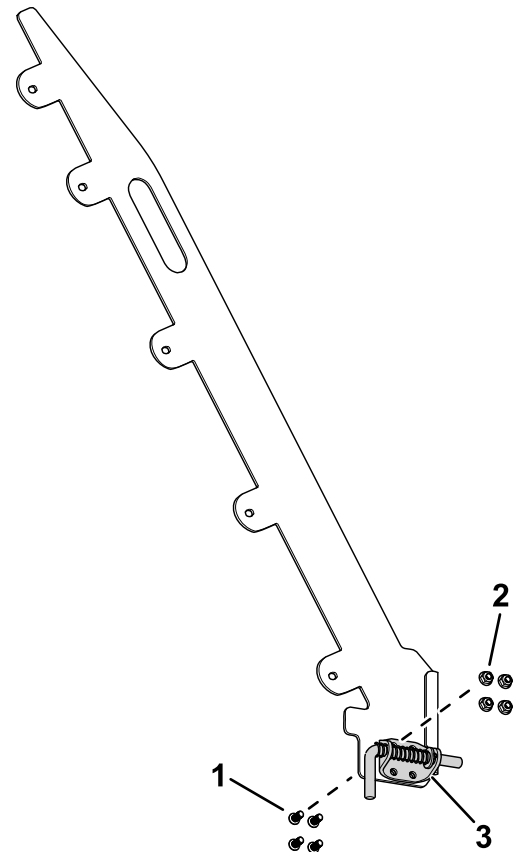

**Figura 8**
10. Folosii 10 uruburi cu cap hexagonal pentru a fixa capacele de lan pe ansamblurile platformei de încărcare (Figura 8).